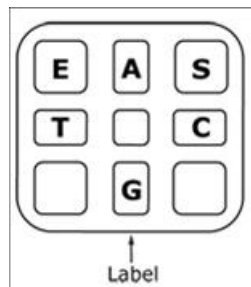

Abbildung 4. Grafische Darstellung der PyroMark Q24 Kartusche in der Draufsicht.
5. Beladen Sie die PyroMark Q24 Kartusche mit den entsprechenden Volumina an Nukleotiden sowie Enzym- und Substratgemisch, wie in Abbildung 4 dargestellt.